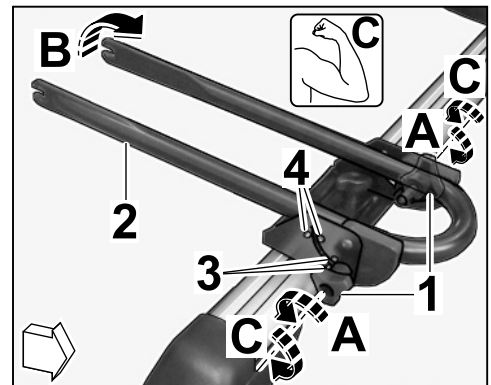

Bild 28
6.2.1 Knebelschraube (2 Stk.) seitlich etwas lösen (⇒ Bild 28-A-).
6.2.2 Gabel Vorderradhalter senkrecht hochklappen (⇒ Bild 28-B-).
6.2.3 Knebelschraube (2 Stk.) seitlich festschrauben (⇒ Bild 28-C-).